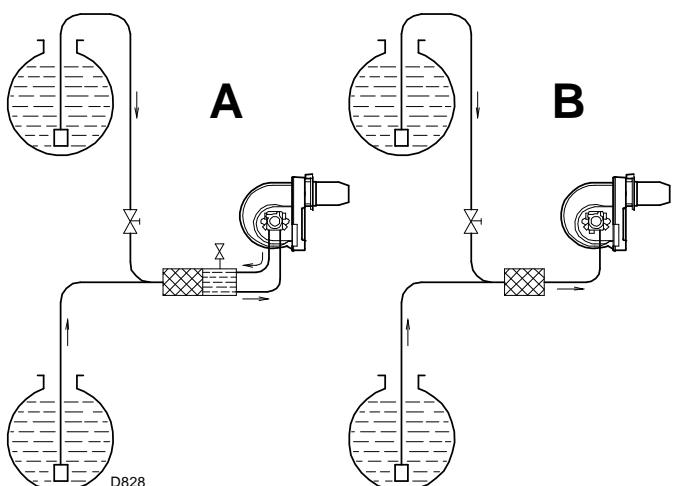

Fig. 16
- By-pass extern de pomp (**A**, Fig. 16) (bij voorkeur)
- By-pass intern de pomp (**B**, Fig. 16)